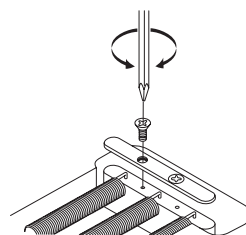

Fig.24
* The EDGE-PRO tremolo uses a block lock mechanism to fasten the tremolo springs to the block. Before you change the number of springs or the way in which they are installed, use a Philips (+) screwdriver to remove the block lock (Fig.24).
* Die Federn des Edge-Pro Tremolo werden durch eine Sicherungsleiste an ihrem Block gehalten. Entfernen Sie mit einem Kreuzschlitzschraubendreher die Schrauben der Leiste (Abbildung 24).
* Le vibrato EDGE-PRO est équipé d'un mécanisme de verrouillage du bloc assurant la fixation des ressorts au bloc. Avant de changer le nombre de ressorts ou la façon dont ces derniers sont installés, retirez le mécanisme de verrouillage du bloc à l'aide d'un tournevis cruciforme (Fig. 24).
* El trémolo EDGE-PRO utiliza un mecanismo de bloqueo del bloque para ajustar los muelles del trémolo en el bloque. Antes de cambiar el número de muelles o la forma en que éstos están instalados, utilice un destornillador Philips (+) para extraer el bloqueo del bloque (Fig.24).
* Il ponte tremolo EDGE-PRO utilizza una barra di bloccaggio delle molle per fissare le molle del tremolo al blocco ponte. Prima di cambiare il numero delle molle o il modo in cui esse sono montate, togliere la barra di bloccaggio (fig. 24) con un cacciavite a testa Philips (+).
* EDGE-PRO トレモロにはトレモロスプリングをブロックに固定するブロック・ロック機構が採用されています。スプリングの取り付け方やスプリングの数を考える場合には、あらかじめ(+)ドライバーでブロック・ロックを取り外して下さい。(Fig.24)